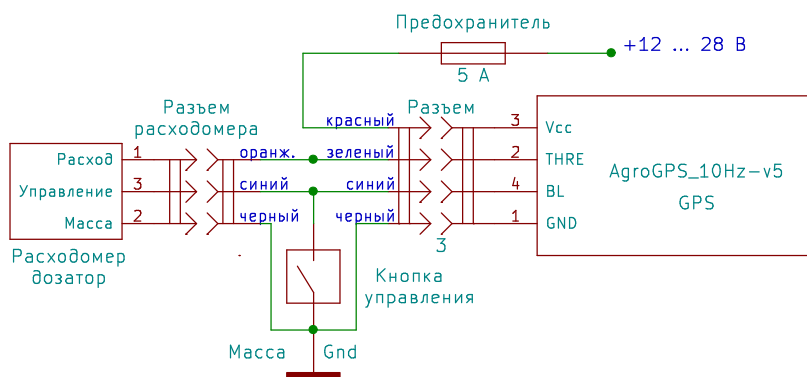

Рис. 2: Подключение к регулятору расхода
2. С подключением к расходомеру-дозатору, см. Рис. 2. Заливка трека и отображение текущего расхода на навигаторе включаются при подаче на зеленый провод импульсов от датчика Холла в расходомере. Также возможно управление дозатором через синий провод (регулировка расхода).